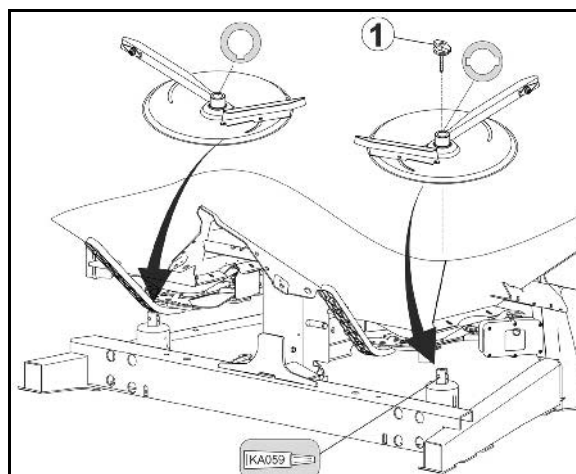

Fig. 42
1. Fjern vingemutteren (Fig. 42/1).